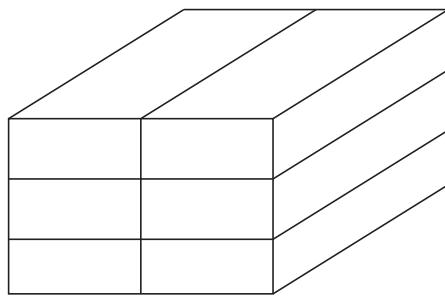
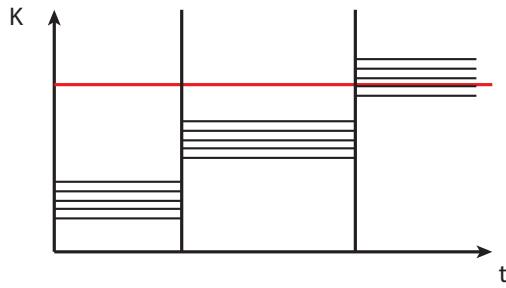

Fig. 8.2: Esempio di zonazione a blocchi.
Fig. 8.3: Grafico andamento degli *ensemble* durante l'assimilation.
non variano nel tempo - ad esempio, θ). Di solito si effettua una zonazione come quella in Fig. 8.2: sta a me capire quanti blocchi servano (più ce ne sono, più è un problema poiché si aggiunge variabilità), così posso stimare i parametri nei diversi blocchi. Per capire se il tutto funziona si sviluppa un caso sintetico, dove cioè conosco già i valori nei vari blocchi. Si effettua una simulazione in cui si prende il dato vero (non è quello misurato!) e vedo se tutta la procedura, prendendo le misure dal dato vero, riporta ai parametri scelti all'inizio. Ad esempio, se ho un valore di conducibilità K vero (linea rossa in Fig. 8.3), parto da un *ensemble* che ha tutti i valori distorti costanti nel tempo fino al t della prima assimilazione, quando i valori variano e si avvicinano al valore vero e così via.
- `fort.601`: Ensemble values of the permeability `PERMX`. Questo file è interessante nel caso in cui si debba stimare la conducibilità idraulica. Fornisce i valori di permeabilità dati una zona e riporta una serie di valori statistici ad un certo time. Se avessi n zone, avrei n file. I dati così riportati sono facili da plottare poiché per ciascun tempo ho i valori delle realizzazioni (vedrei il grafico in Fig. 8.3);